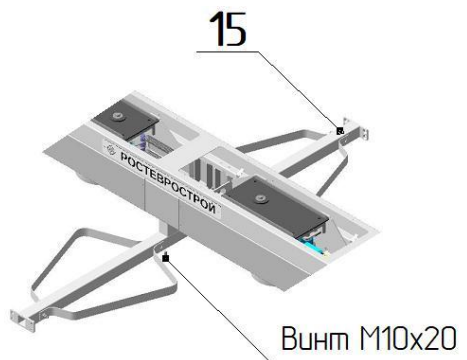

Рис. 3
- установите к нижней плоскости рамы приводов посередине верхнюю стяжку **15** и закрепите двумя винтами М8, предварительно заведя поводок заземления внутрь рамы (рис.3);